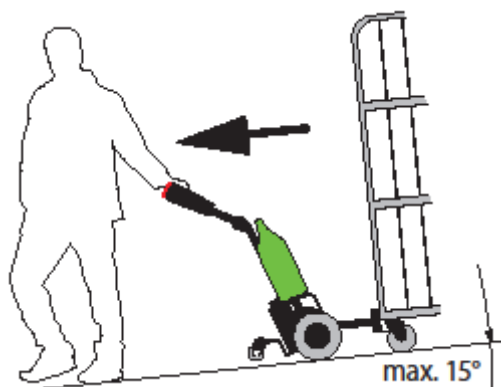

図 7
- ティラーヘッド側にいる時は、台車及び Movexx に対し顔を逆に向けていて下さい。これはプルポジション（引く位置）です。台車及び Movexx から十分な距離を保ち、体のいかなる部分でも立ち往生にならないようにして下さい。図 7 のように、Movexx は平面又は下り坂においてはプルポジション（引く位置）のみで作業して下さい。（機械にブレーキがある場合）（図 7 参考）